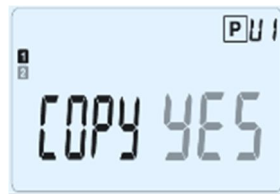

Fig. 24
- a. choisir le symbole « je vais me coucher »,  correspondant à la fin de la journée, pour terminer ; le thermostat vous demandera de copier le programme de la journée, que vous avez à peine configuré et que vous avez décidé de fermer, sur les journées suivantes, comme illustré sur la Fig. 24: